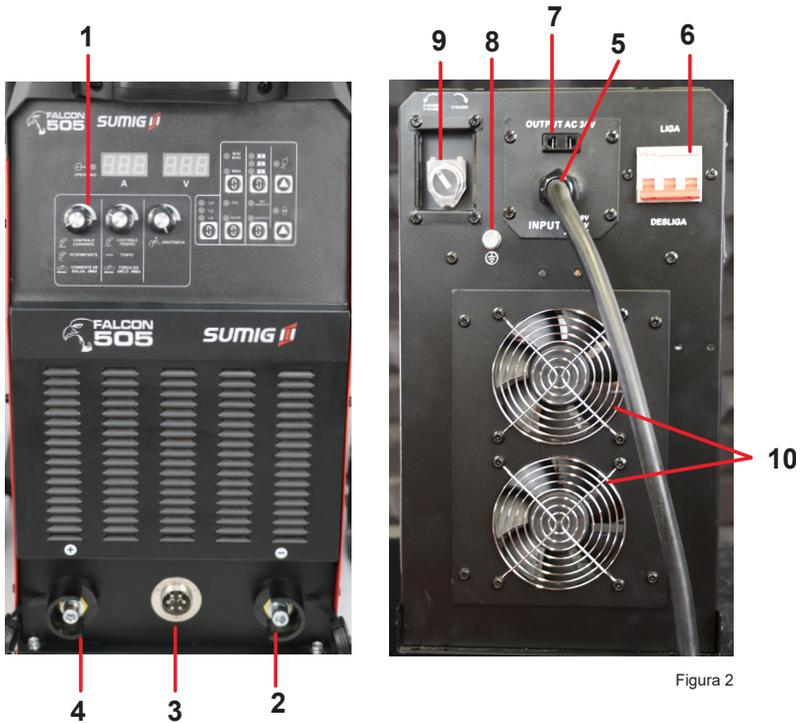

Figura 2
A *figura 2* demonstra a posição e função dos componentes externos da máquina e na *tabela 2* é possível ver a descrição de cada item:
6.1.1 Conecte o cabo de força trifásico da máquina na rede desejada, observando se a chave seletora de tensão (**posição 9, figura 2**) está de acordo com o nível de tensão selecionado (220/380 ou 440 Volts). Ligue o equipamento.